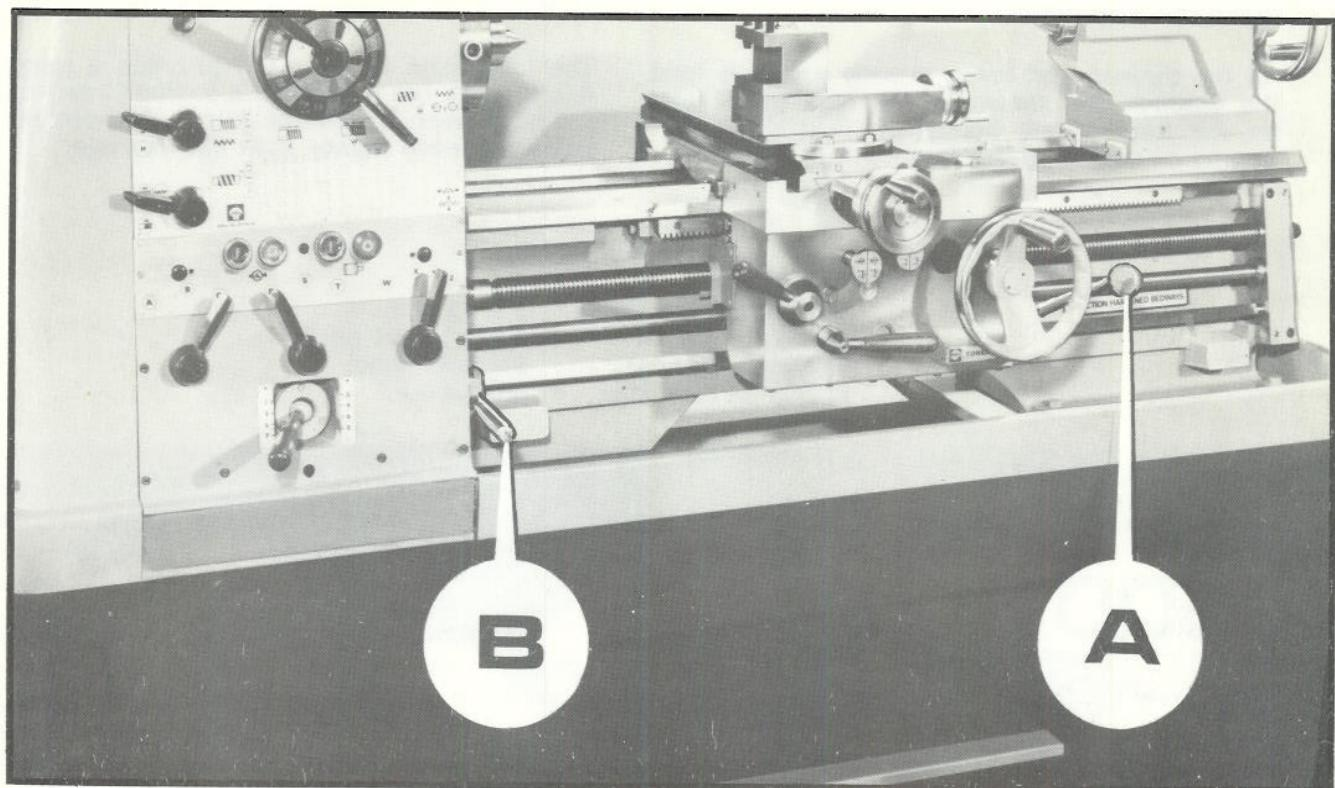

Fig. 8
Le choix du sens de rotation se fait à l'aide des leviers A et B (fig. 8). Le levier sur le tablier (A) permet de choisir la marche avant, débrayage ou marche arrière. Le levier (B) permet uniquement l'embrayage en marche arrière et le débrayage.
SPINDELDREHRICHTUNG - wählbar durch die Kupplungsschalthebel A und B (Abb. 8), den Schlosskastenhebel (A) für Vorwärts-, Leer- und Rücklauf, Hebel (B) NUR für Rück- und Leerlauf.
Spindle Rotation: Selected by the lever controls A and B (Fig. 8). The apron lever (A) for forward, free and reverse selections, the lever (B) for reverse and free selections only.